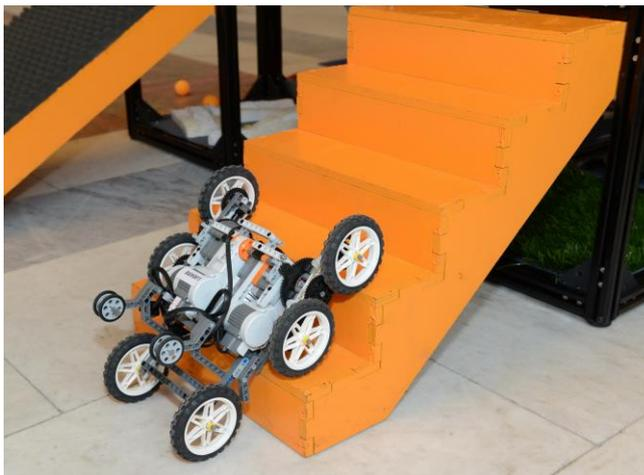

Рисунок 11 - «Лестница»
- 1.5.11. **Подвесной мост** – участок, расположенный на втором этаже, представляет собой подвесной веревочный мост, состоящий из деревянных ребер, набранных на нейлоновый шнур. (рисунок 11). Мост немного провисает.